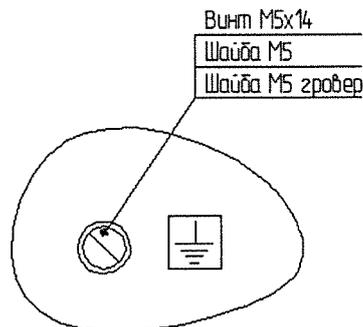

Рисунок 1
6.2.3 Подключить УКБ-МЕ к контуру заземления. Заземляющий кабель подключить к клемме заземления, расположенной на задней стенке моноблока с помощью комплекта крепежных деталей, закрепленного на клемме для заземления (см. рис. 1).